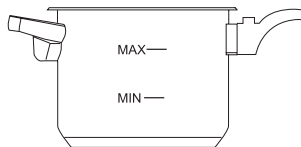

Fig.2a
- Respetar los niveles MAX y MIN. (Fig. 2a)